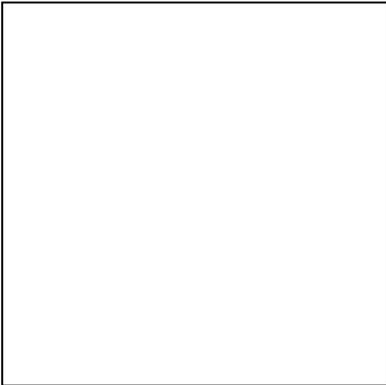

图 1.1
- 结构独特 本硬度计采用特殊的压头结构,除了可进行一般传统硬度计所能完成的测试外,还可以测试普通硬度计无法测到的表面,如环状、管状零件内表面,如图 1.1 所示。